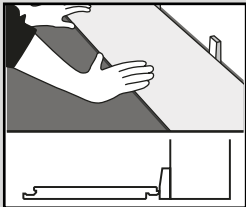

Fig. 1
1. Berechnen Sie ausgehend von einer vollständigen Diele/Fliese entlang der Wand, wie viele Reihen in den Raum passen. Wenn dies bedeutet, dass entlang der gegenüberliegenden Wand nur eine schmale Reihe Dielen/Fliesen passen würde, schneiden Sie die erste Reihe entsprechend zu. Verlegen Sie dieses Produkt so, dass die Federseite/Schnittkante zur Wand zeigt. Verwenden Sie 5-mm-Abstandsklötze zwischen Diele/Fliese und Wand (Abb. 1).